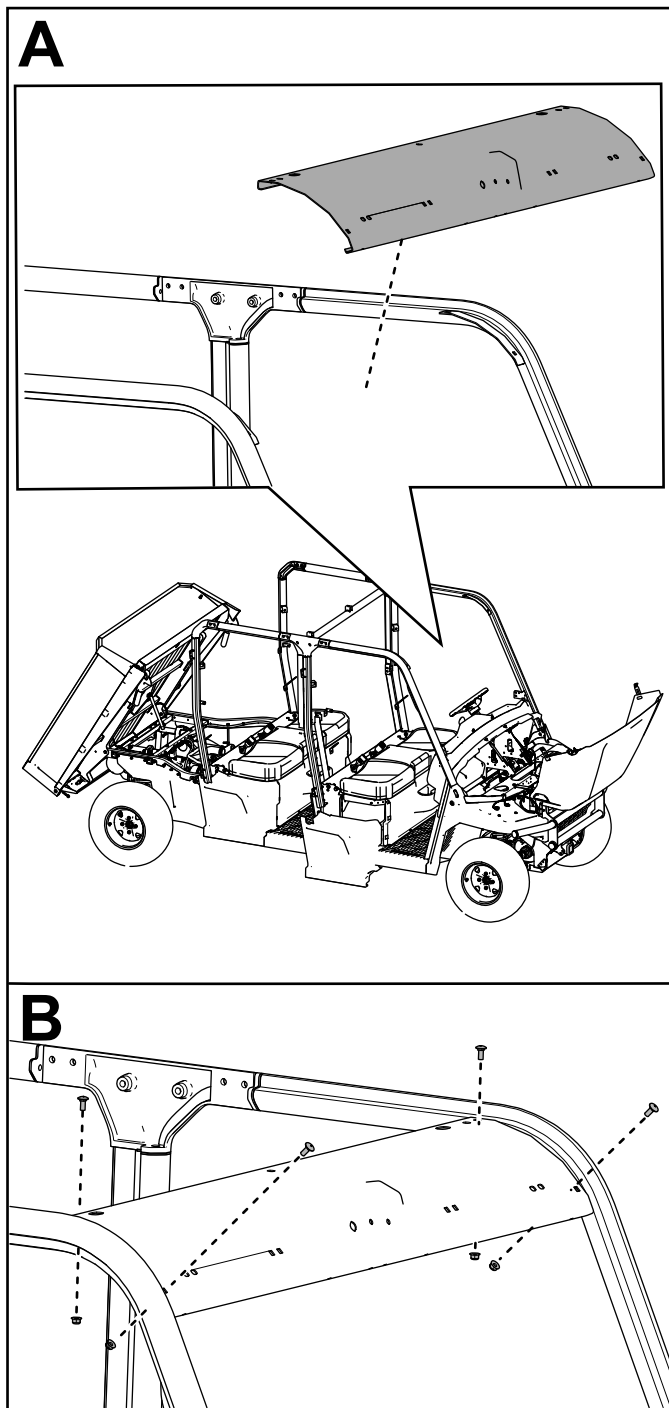

Figure 48
15. Fixez la barre transversale avant aux barres avant de l'arceau de sécurité à l'aide de 4 boulons de carrosserie ($\frac{5}{16}$ x $\frac{3}{4}$ po) et 4 contre-écrous ($\frac{5}{16}$ po), comme montré à la Figure 48.